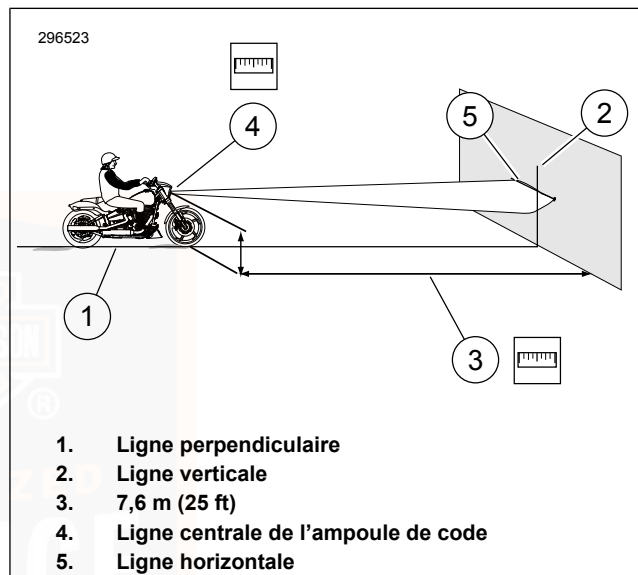

Figure 79. Alignement du phare à DÉL
1. Voir Figure 79. Garer la moto selon une ligne perpendiculaire (1) au mur.